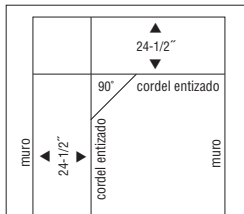

Figura 6
- Si las dimensiones de la habitación lo permiten, mida al menos en dos lugares a 18" (46 cm) de la esquina, y largue un cordel entizado paralelo y a 24-1/2" (62 cm) de distancia del muro inicial opuesto a la entrada. El espacio de 1/2" (13 mm) es para expansión (Figura 6).
- Largue un segundo cordel entizado a 90° del primer cordel entizado, y a 24-1/2" (62 cm) de distancia del muro en ángulo recto (Figura 6). El espacio de 1/2" (13 mm) es para expansión. Verifique la exactitud con una escuadra de construcción.